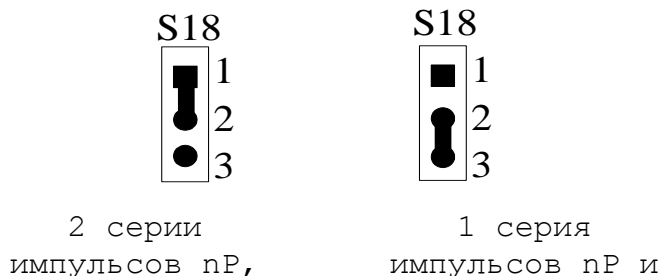

Рисунок 5.29
- **S18** – Данная переключатель служит для выбора режима импульсного задания движения привода. По умолчанию выбирается 1 серия импульсов **nP** и направление движения **DIR**, смотри рисунок 5.29. Модуль **ECDP** NC310-38 обеспечивает два режима импульсного задания движения привода, иллюстрация которых показана в таблице 5.17.